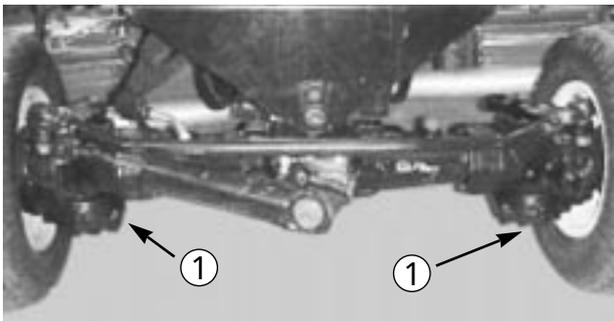

図 67
2. トランスミッション（図67）の下のサクシオン・ライン付近をきれいに拭き、下に容器を置く。
2. ドレンプラグ(図67)の周辺をきれいに拭く。